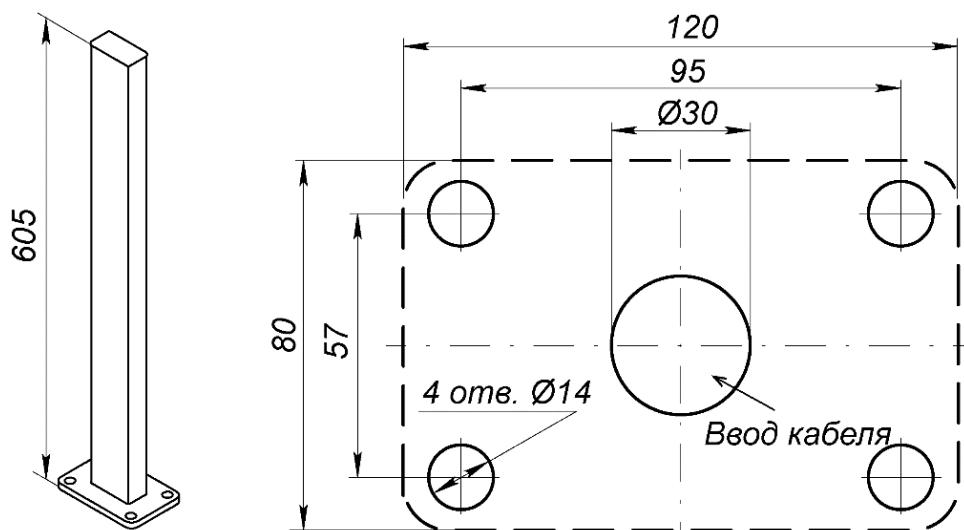

Рисунок 14. Внешний вид и схема разметки отверстий для установки стойки для фотоэлемента безопасности **PERCo-GDS1**
Фотоэлемент безопасности может устанавливаться на стойке **PERCo-GDS1** (входит в дополнительный комплект поставки) (см. рис. 14).
2. Выполните в установочной поверхности отверстия под гильзы анкеров в соответствии со схемой разметки (см. рис. 14), а также штробы для проводов питания и соединения при необходимости. Размер отверстий на схеме указан для анкеров типа PFG IH8 («SORMAT»), при использовании других типов анкеров необходимо выполнять отверстия соответствующих им диаметра и глубины.